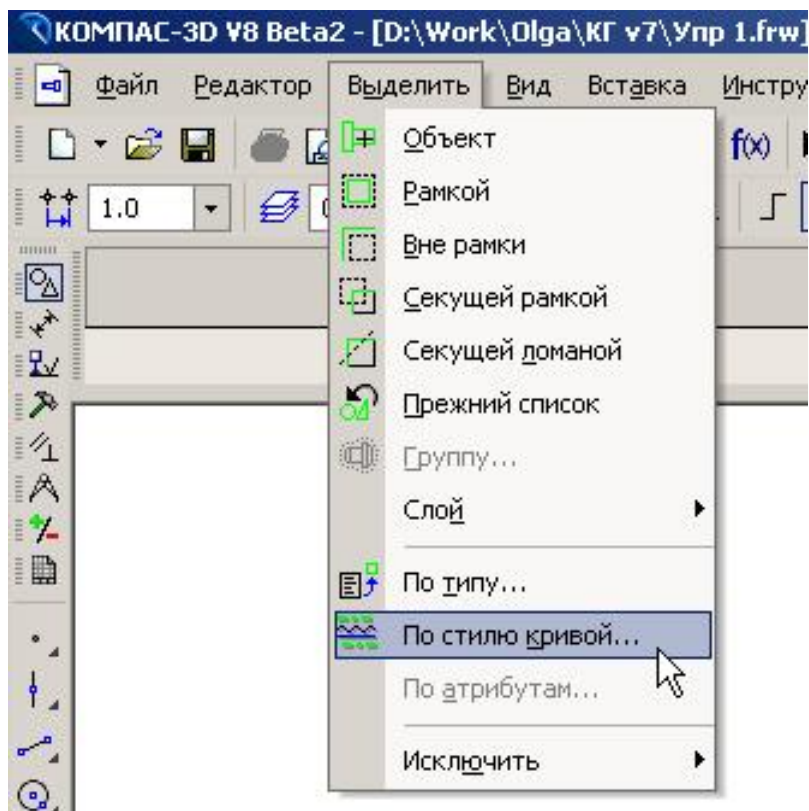
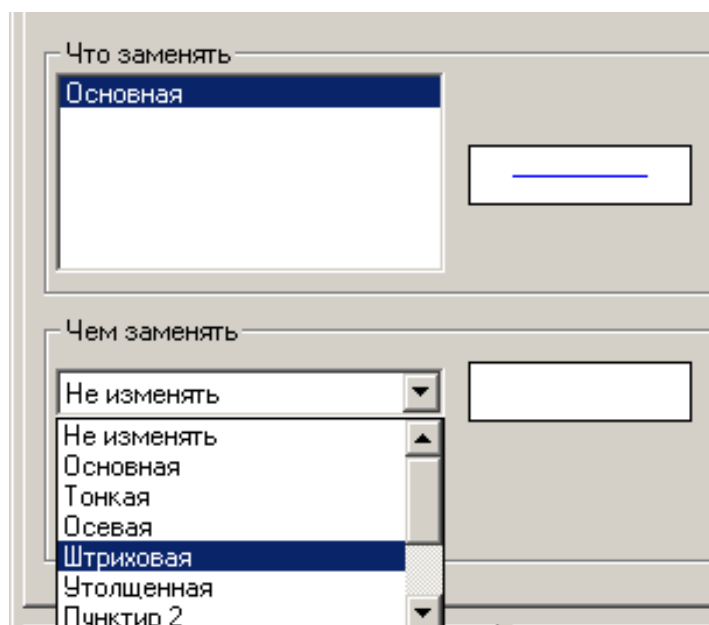

Рис. 12
Рис. 13
- Выберите команду **Сервис - Изменить стиль** (можно использовать контекстное меню) и укажите стиль «Штриховая», рис. 13).
- Активизируйте команду **Выделить - По стилю кривой**, рис. 12, - выберите стиль «Штриховая», рис. 13
7. Для выполнения штриховки на панели **Геометрия**, рис. 13, активизируйте команду **Штриховка** . Параметры штриховки при ее создании и